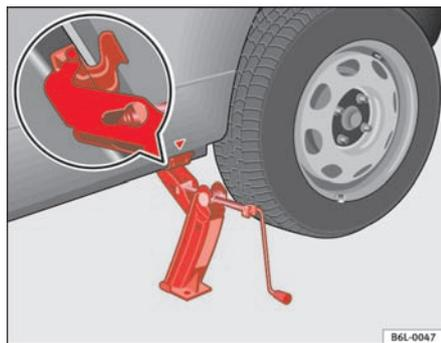

Fig. 143 Colocación del gato
- Posicione el gato de modo que su garra envuelva el nervio del larguero inferior y que la placa base móvil se apoye plana sobre el suelo ⇒ fig. 143.